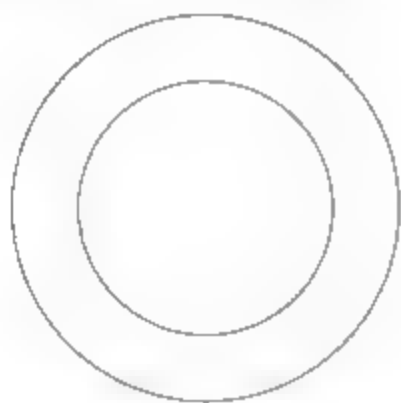

图8-185 偏移圆形
- 02 调用O【偏移】命令，设置偏移距离为91，向内偏移圆形，结果如图8-185所示。